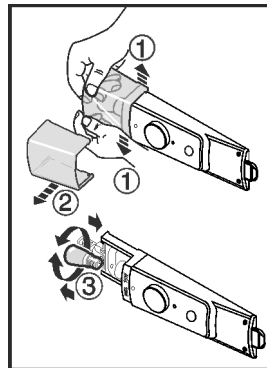

Fig. 12
- Staccare la copertura della lampadina dalla parte interna anteriore, Fig. 12 (1) come in figura, e metterla da parte Fig. 12 (2).
- Sostituire la lampadina. Fig. 12 (3)